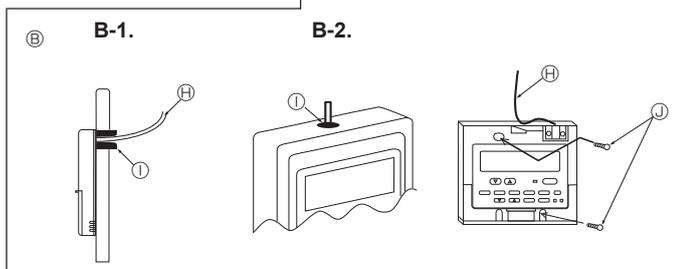

Fig. 6-3
(2) Καλύψτε την είσοδο του καλωδίου στο τηλεχειριστήριο με στόκο ή μαστίχη για να αποφύγετε την ενδεχόμενη είσοδο σταγόνων, νερού, καταρσιδίων ή ακουλικιών. (Fig. 6-3)
**B-2. Για να περάσετε το καλώδιο του τηλεχειριστηρίου μέσω του πάνω μέρους [Fig.6-3]**